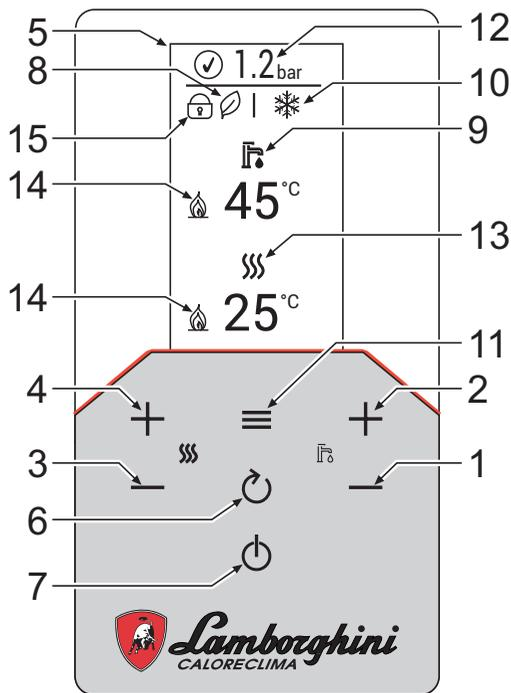

fig. 1 - Panoul de control
1.2.1 Legendă panou fig. 1
Apăsați de mai multe ori tasta  până când apare simbolul pentru vară (soarele) și mesajul "OFF" pentru încălzire (det. 10 - fig. 1): centrala va prepara numai apă caldă menajeră. Rămâne activ sistemul antiîngheț.
Cu ajutorul butoanelor pentru încălzire (det. 3 și 4 - fig. 1) pentru a modifica temperatura de la un minim de 20°C la un maxim de 80°C. Valoarea maximă poate fi modificată din interiorul **meniului Parametri** [TSP], acționând asupra parametrului P40.
Cu ajutorul butoanelor pentru apa menajeră (det. 1 și 2 - fig. 1) pentru a modifica temperatura de la un minim de 40°C la un maxim de 55°C. Valoarea maximă poate fi modificată din interiorul **meniului Parametri** [TSP], acționând asupra parametrului P46.
Funcția **COMFORT** poate fi dezactivată de către utilizator (modul **ECO**) apăsând tasta  timp de 2 secunde. În modul **ECO**, pe afișaj se activează simbolul  (det. 12 - fig. 1). Pentru a activa modul **COMFORT** apăsați din nou tasta  timp de 2 secunde; simbolul  dispăre.